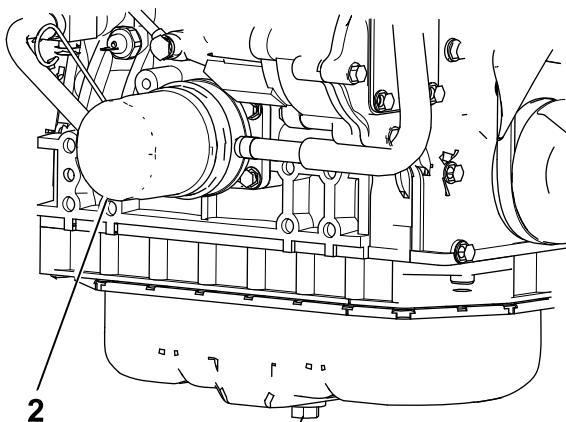

Bild 41
1. Entfernen Sie die Ablassschraube (Bild 41) und lassen Sie das Öl in die Auffangwanne ab. Schrauben Sie die Ablassschraube wieder ein, nachdem das Öl abgelaufen ist.
2. Entfernen Sie den Ölfilter (Bild 41). Ölen Sie die neue Dichtung am Ölfilter leicht mit frischem Öl ein, bevor Sie den Filter eindrehen. **Ziehen Sie nicht zu fest.**